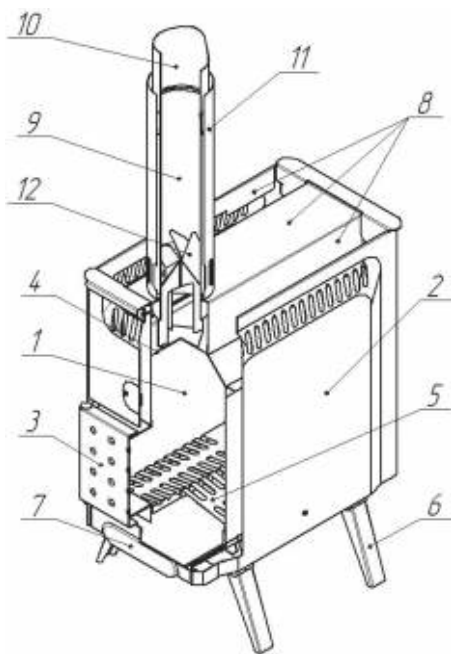
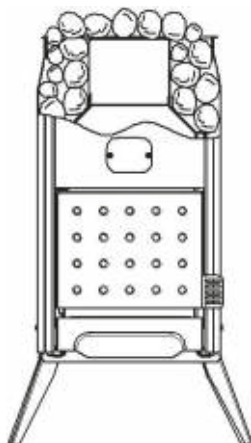

Рисунок 1 Общий вид печи-каменки «ГОРНЫЙ АЛТАЙ»
Рисунок 4
Конструктивно печь состоит из топки (1) (рис. 1), заключённой в конвектор (2), и дверки (3). Внутри топки размещены отсекаль пламени (4), обеспечивающий оборот горячих дымовых газов и в результате лучший прогрев стенок печи, и колосник (5). Печь установлена на шарнирно закреплённых на топке ножках (6). Ящик зольника (7) позволяет легко удалять золу из топки, в том числе во время работы печи. Конвектор экранирует жёсткое тепловое излучение от стенок топки. Конвектор печи и топка образуют каменку (8). Укладка камней показана на рис. 4. Для организации дымохода в комплект печи входят переходной патрубок (9), пять дымовых труб (10), защитная труба (11) и искрогаситель (12). Внешний вид элементов дымохода показан на рис. 2.